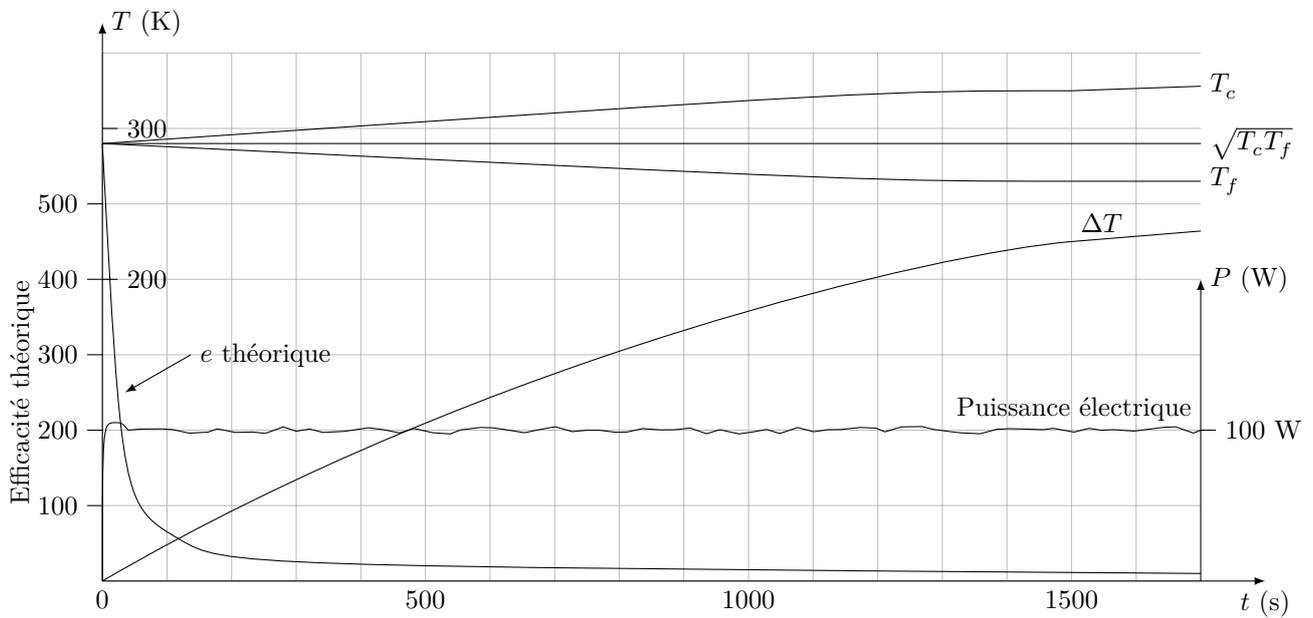

Figure 6 Courbes expérimentales
I.B.3) Lors de l'expérience, on obtient les tracés de la figure 6 avec $\theta_0 = 17^\circ\text{C}$, où θ_0 représente la température initiale commune des deux seaux.
Commenter cette expression. La courbe nommée e théorique (figure 6) est-elle en accord avec cette expression ?